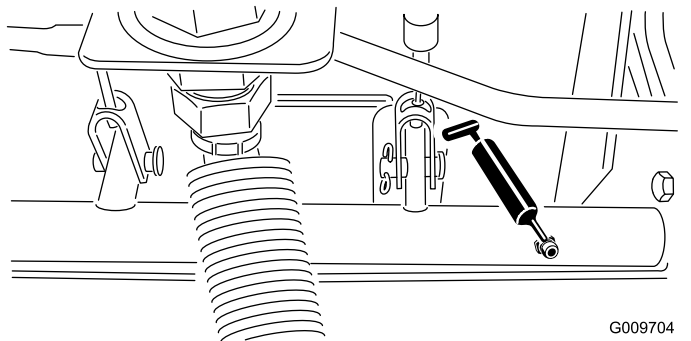

Bild 75
- Bremsstangen-Drehlager (5), wie in Bild 75 abgebildet